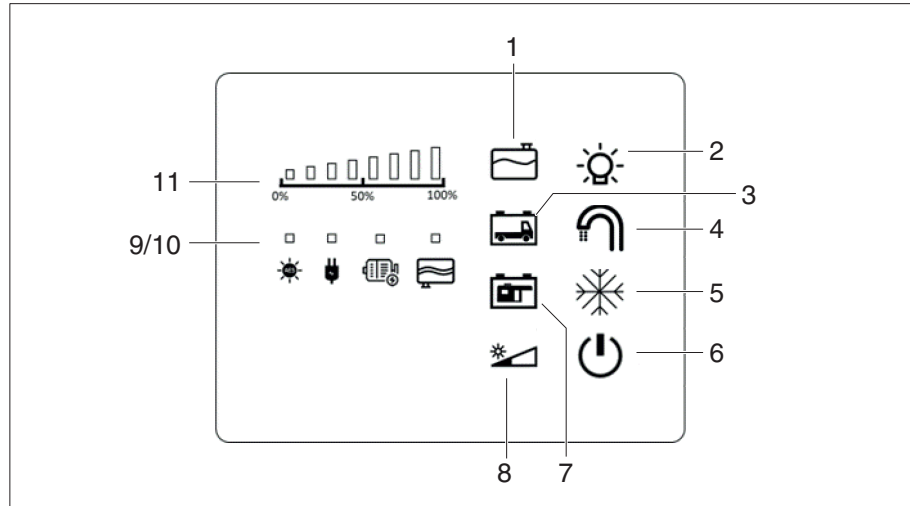

Figura 57 Panel de mando D100
El panel de control utiliza LEDs de señalización (Figura 57, 9) para indicar qué fuente de energía se está utilizando para cargar la batería del habitáculo.
La tecla de encendido (Figura 57, 6) se utiliza para encender y apagar el panel de mando. La iluminación está ajustada de serie a un brillo medio y se puede ajustar manualmente con sólo pulsar la tecla de atenuación (Figura 57, 8). Independientemente del nivel de brillo configurado, la iluminación se atenúa cuando está inactiva y se reactiva pulsando cualquier tecla. Se mantiene el último nivel de brillo utilizado. La tecla de atenuación (Figura 57, 8) siempre se ilumina en amarillo, excepto en el modo nocturno.
Al mantener presionada la tecla de atenuación (Figura 57,8) el panel de mando cambia al modo nocturno. Sólo la tecla de atenuación queda iluminada tenuemente en rojo para no confundirse con un panel de mando apagado.
Si el nivel de agua potable es muy bajo, la tecla de control (Figura 57,1) se enciende en rojo. Al llenar el depósito y alcanzar un nivel determinado se desactiva el mensaje de advertencia. Determinados valores límite se señalizan acústicamente mediante el modo de recarga.
La advertencia para el depósito de aguas residuales se muestra mediante un LED de señalización rojo intermitente (Figura 57, 10). El LED de señalización se enciende cuando al depósito de aguas residuales le quedan menos de 2 litros de capacidad.
Si la tensión de la batería de arranque es muy baja, la tecla de control correspondiente (Figura 57, 3) del panel de mando parpadea en blanco. En caso de que el vehículo esté conectado a una fuente de energía solar o a la corriente convencional, la E-Box garantiza que la batería de arranque se mantenga cargada. Para cargar completamente la batería hay que mover el vehículo para que la carga pueda realizarse a través del alternador.
- Batería del habitáculo/ protección de la batería** Si la tensión de la batería del habitáculo es baja, la tecla de control correspondiente (Figura 57, 7) del panel de mando parpadea en rojo. Si la batería del habitáculo no está cargada, la tensión de la batería seguirá bajando. Cuando se alcanza un valor crítico para la batería entra automáticamente en funcionamiento la protección de la batería.
- Modo de recarga de agua potable** El panel de mando informa acústicamente del nivel de llenado cuando se llena el depósito de agua potable. Se activa manteniendo pulsado la tecla de control (Figura 57, 1) del nivel de agua potable.
- La tecla parpadea cuando se activa correctamente. La medición de nivel depende del tipo de depósito que se instale. Cuando el nivel alcanza aproximadamente el 80 % del volumen real del depósito suena una señal acústica. A medida que aumenta el nivel del líquido, la pausa entre las señales acústicas va disminuyendo para evitar el desbordamiento. La señal acústica se apaga cuando el modo de recarga está desactivado. Para ello, se debe presionar nuevamente la tecla de control (Figura 57, 1).